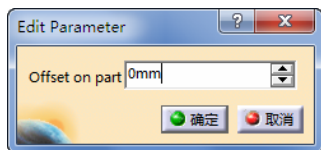

图 3-147 定义零件余量 (9)
- 定义零件余量 (9)。双击“Advanced Finishing.2”对话框中的“Offset on part”，弹出“Edit Parameter”对话框，可设置余量大小为“0mm”，如图 3-147 所示。